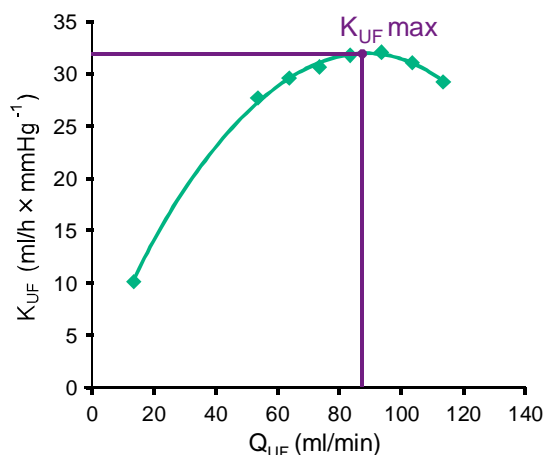

Fig. 11-23 Principio di determinazione di K_{UFmax}
Per il calcolo di K_{UF} (vedere anche la sezione 13.10 Formule (404)), l'apparecchiatura imposta il flusso convettivo Q_{UF} , misura la TMP e calcola il coefficiente di ultrafiltrazione K_{UF} . La determinazione di K_{UF} per diversi valori di Q_{UF} fornisce una tipica funzione parabolica (Fig. 11-23): innanzitutto K_{UF} aumenta, fino al vertice della parabola (valore massimo) e successivamente diminuisce se Q_{UF} è ancora aumentato. Unendo i valori determinati con una curva di regressione ($f(x) = Ax^2 + Bx + C$), possono essere derivati il coefficiente massimo di ultrafiltrazione (K_{UFmax}) e il corrispondente flusso convettivo (Q_{UF}).